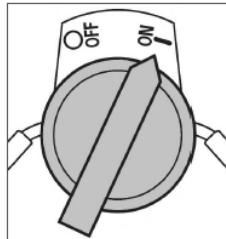

Рис. 15 Выключатель зажигания
- Выключатель зажигания переведите в положение «ON» (Включен) (Рис. 15).
При возникновении аварийной ситуации, для экстренной остановки двигателя переведите выключатель зажигания двигателя в положение «OFF» (Выключено) (Рис. 15).